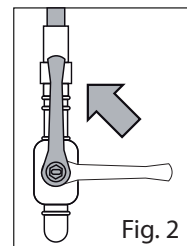

Fig. 2
- Den dem Gerät vorgeschalteten Absperrhahn öffnen (Abb. 2);
- den dem Gerät vorgeschalteten Absperrhahn öffnen (Abb. 2) und durch Einschalten des Brenners sicherstellen, dass nirgends Gas austritt.